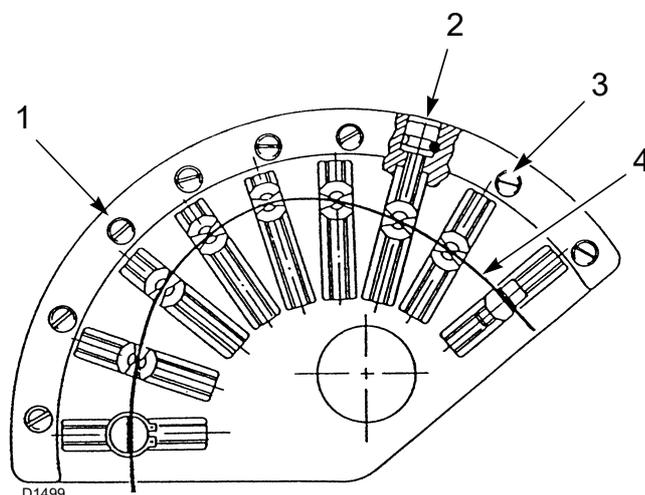

Fig. 33
- Régler le débit d'air en réglant la came à profil variable au moyen des vis 2)(Fig. 33) (came 1)(Fig. 35).
- Une fois le réglage optimal atteint, ne pas oublier de serrer les vis de réglage des profils des comes au moyen des vis 3)(Fig. 33).
Pour une meilleure répétabilité de réglage, faire attention à arrêter la rotation du groupe came lorsque le roulement supérieur qui glisse sur le profil 4)(Fig. 33) se trouve aligné sur une des vis de réglage 2)(Fig. 33).
Visser ou dévisser la vis 2)(Fig. 33) sélectionnée pour augmenter ou diminuer le débit d'air de manière à l'adapter au débit de fioul correspondant.
Une fois les puissances (maximale, minimale et intermédiaires) réglées, il est important de bloquer toutes les vis de réglage de l'air 2)(Fig. 33) par l'intermédiaire des vis de blocage 3)(Fig. 33) de manière à éviter de possibles déplacements des positions de réglage air - fioul.
#### Légende (Fig. 33)